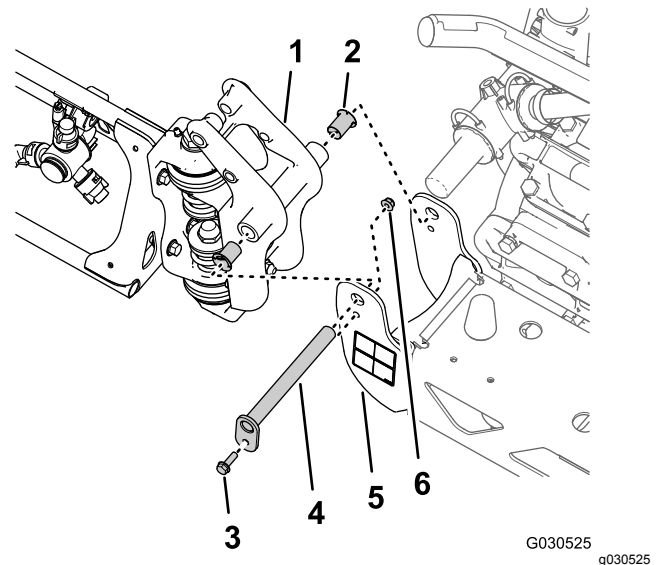

Bild 74
- Entfernen Sie den Bundbolzen (5/16" x 1") und die Sicherungsbundmutter (5/16"), mit denen der Lagerbolzen an der Schwenkhalterung befestigt ist (Bild 74).
- Nehmen Sie den Lagerbolzen aus der Schwenkhalterung für den mittleren Auslegerabschnitt und das Anschlussstück für den äußeren Auslegerabschnitt ab (Bild 74).
- Trennen Sie den äußeren Auslegerabschnitt vom mittleren Auslegerabschnitt und nehmen Sie den äußeren Abschnitt von der Maschine ab (Bild 74).
- Entfernen Sie die zwei Nylonbundbüchsen aus dem Drehzapfen-Anschlussstück des äußeren Auslegerabschnitts (Bild 74).